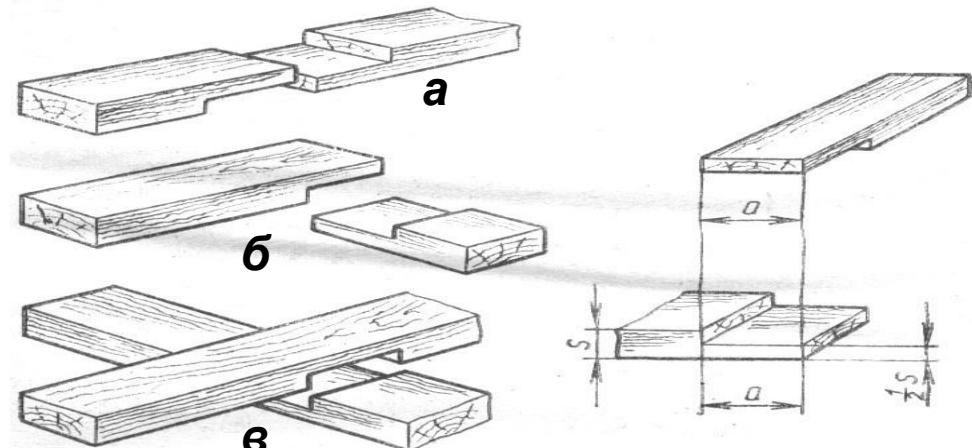

Рис. 1
**Соединение вполдерева** – это значит, что из каждого бруска вырезан кусок древесины в половину толщины детали. Когда же детали складывают вместе, общая толщина изделия равна толщине бруска. Таким способом соединяют детали в длину (рис.1,а) и под прямым углом (угловые соединения) (рис.1,б,в).